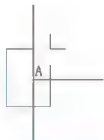

图 2.54 绘制矩形的
③ 在指定第一个角点或 [倒角 (C) / 标高 (E) / 圆角 (F) / 厚度 (T) / 宽度 (W)]: FROM 基点: 偏移: 提示下, 输入矩形左下角 B 相对于基点 A 的坐标 “@ 250, -250”, 结果如图 2.54 所示, 这样绘出了矩形的左下角点。
④ 在指定另一个角点或 [面积 (A) / 尺寸 (D) / 旋转 (R)]: 提示下, 输入矩形右上角点 C 相对于 B 点的坐标 “@500, 500”, 然后按 Enter 键结束命令。
(2) 本部分学习目的。
① 上面介绍了作图辅助工具【捕捉自】, 借助【捕捉自】命令, 通过①轴线和⑥轴线的交点 A 找到了矩形的左下角点 B。注意仔细区分上面第②和第③步命令行的细微区别。
② 学会画一定尺寸的矩形。